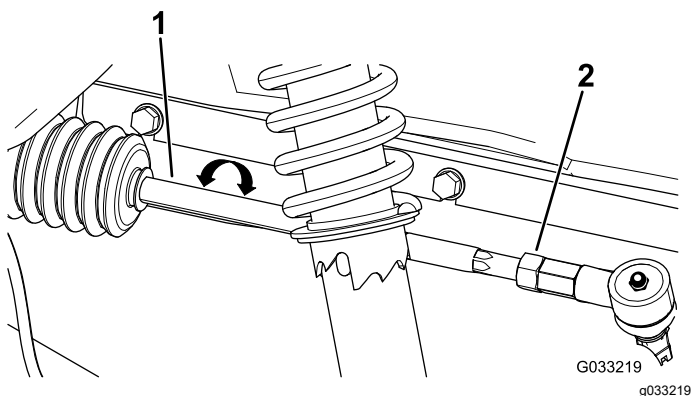

Figura 58
- Se a medição $\frac{1}{2}$ obtida não se situar entre 0 e 6 mm, desaperte as porcas de retenção nas extremidades das barras (Figura 58).